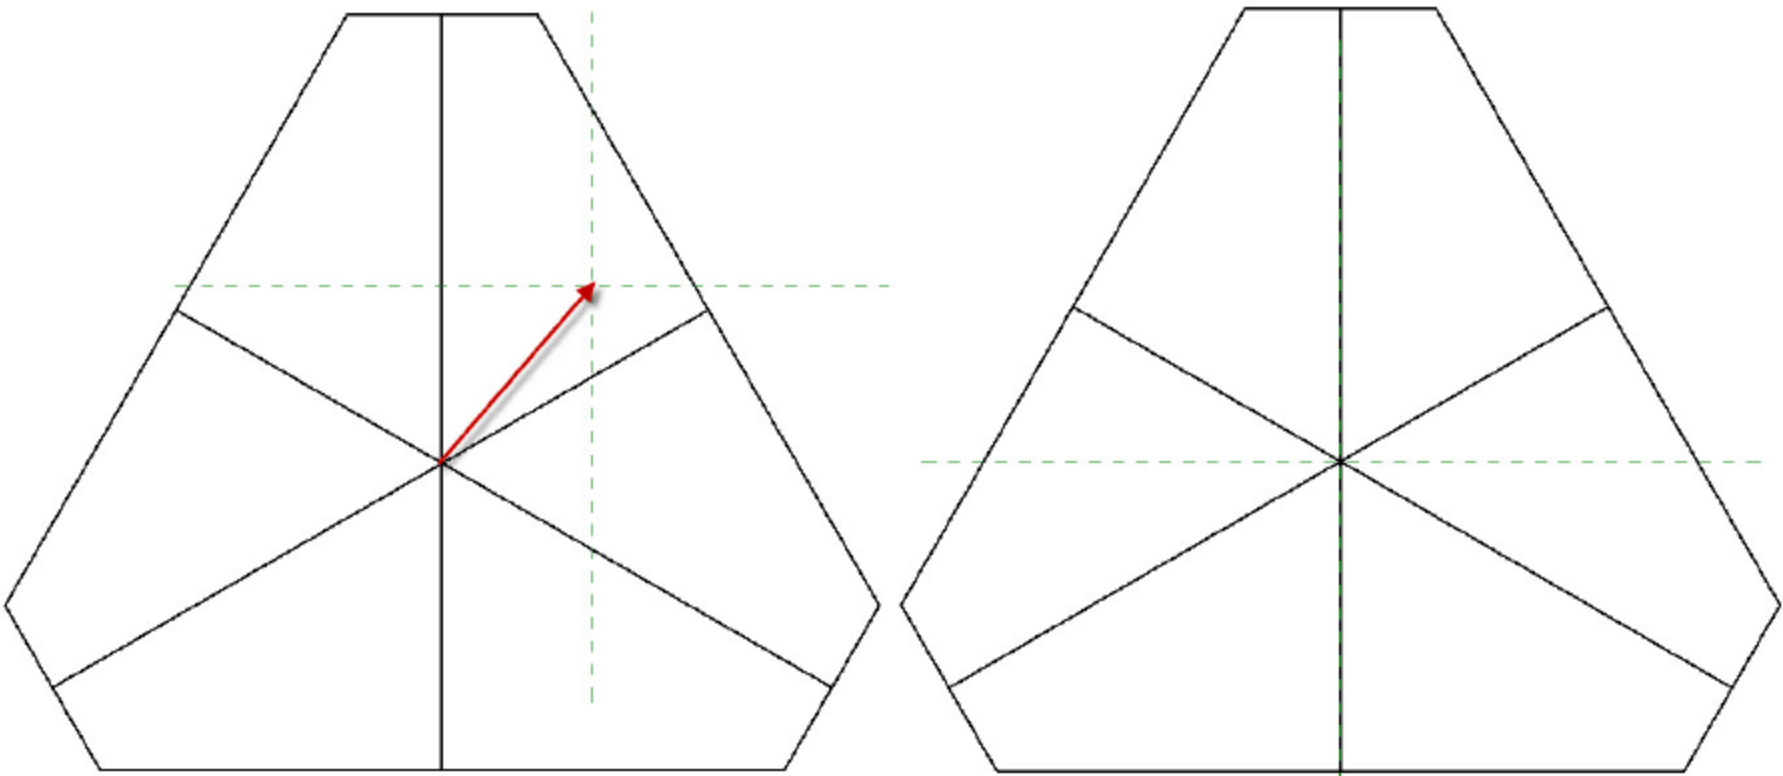

图 2.1.29 调整导入图形
(3) 调整导入 CAD 图形的中心位置。在“楼层平面”视图中，选择导入的图形，按快捷键 M+V，将图形的几何中心移到“参照标高”的交点（十字虚线的交点），如图 2.1.29 所示。导入的图形将作为绘制多边承台的辅助线。